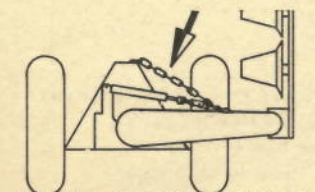

Abb. 9
3.8 Straßenfahrtsicherung (Abb. 9)
3.8 Roadtransport safety catch (Fig. 9)
3.8 Chaîne de sécurité pour la circulation sur route (fig. 9)
3.8 Dispositivo di sicurezza per percorsi su strada (fig. 9)
3.8 Veiligheid voor het rijden op de weg (fig. 9)